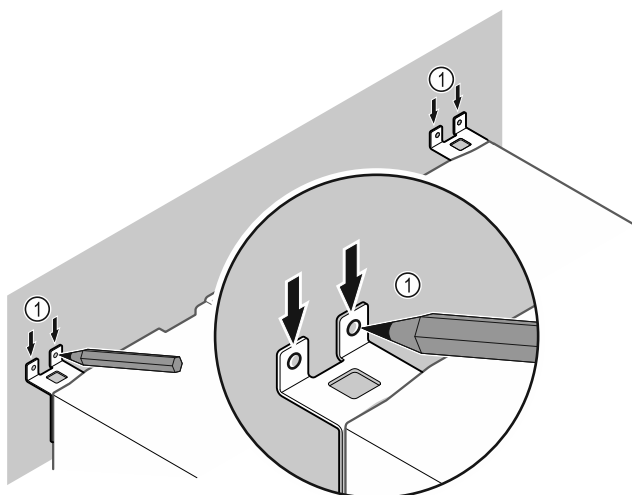

Fig. 9
- ▶ Jelölje be a falat Fig. 9 (1).